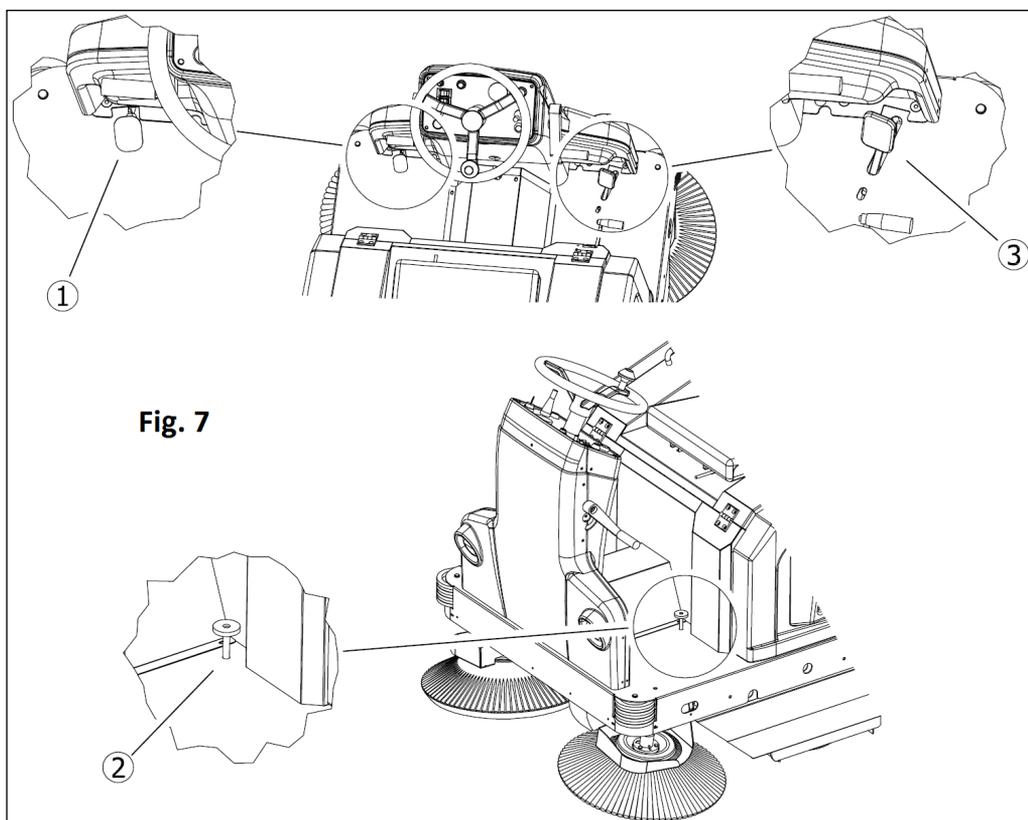
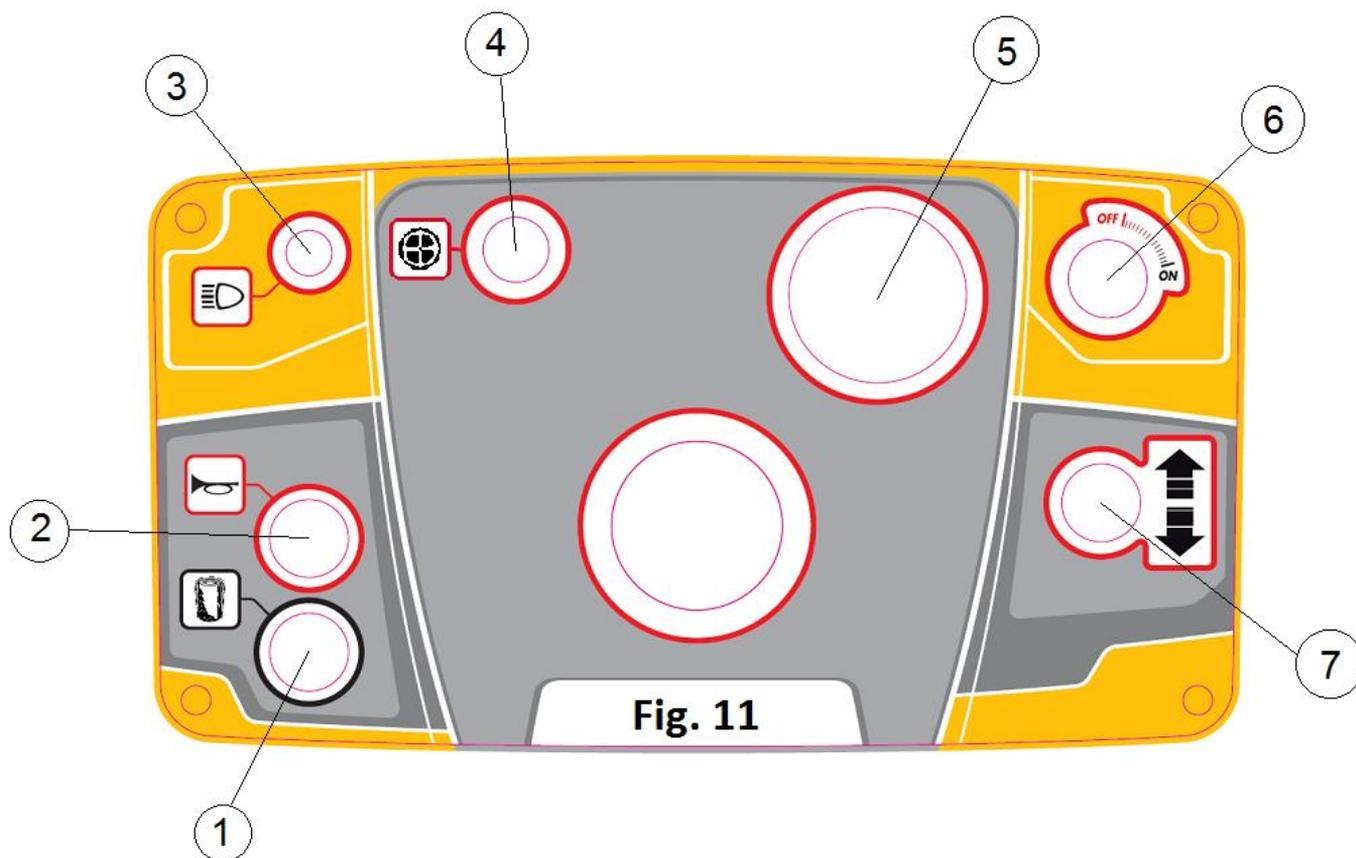

Fig. 7
Fig. 11
L'alzaflap, **Part. 2 Fig. 7**, permet, en appuyant sur la pédale, de relever le joint antérieur **Part. 3 Fig. 5**, et permet alors le ramassage d'objets volumineux. Il est donc conseillé pour les feuilles, paquets de cigarettes, etc.
En appuyant sur cette pédale **Part. 1 Fig. 7** la machine ralentit et s'arrête (jusqu'à son relâchement).
Part. 3 Fig. 7. Cette pédale assume deux fonctions relativement à la position du sélecteur de marche **Part. 7** du tableau de commandes : lorsque le sélecteur est en position avancée, en appuyant sur la pédale la machine avance, vice versa, lorsque le levier du sélecteur est positionné vers l'arrière, en appuyant sur la pédale la machine recule. **Pour des motifs de sécurité, la vitesse de la machine en marche arrière est très réduite.** En laissant le sélecteur en position centrale, la machine n'avance et ne recule pas.
DOTATION DU TABLEAU DE COMMANDES GEMMA E78 – FIG. 11
Part. 7 Le levier du sélecteur de marche sert à faire avancer ou reculer la machine. Lorsque le sélecteur est en position avancée (vers la flèche en avant) en appuyant sur la pédale **Part. 3 Fig. 7** la machine avance, vice versa, lorsque le levier du sélecteur est positionné vers l'arrière, en appuyant sur la pédale la machine recule.
- ☞ Tourner la clé **Part. 6** du tableau de commandes (**Fig. 11**) dans le sens horaire.
- ☞ Positionner le sélecteur **Part. 7** du tableau de commandes (**Fig. 11**) en avant et appuyer avec le pied sur la pédale d'avancement **Part. 3 Fig. 7**.
- ☞ Positionner le sélecteur **Part. 7** du tableau de commandes (**Fig. 11**) en arrière et appuyer avec le pied sur la pédale **Part. 3 Fig. 7**.
- ☞ Avec le sélecteur **Part. 7** du tableau de commandes (**Fig. 11**) positionné au centre la machine est en libre.
- ☞ Lâcher la pédale d'avancement **Part. 3 Fig. 7** ; vous remarquerez que la machine a tendance à s'arrêter dans un bref espace, si vous voulez l'arrêter brusquement, actionner la pédale du frein **Part. 1 Fig. 7**.
- ✓ En présence d'objets volumineux ou légers à ramasser (feuilles, paquets de cigarettes, etc.) soulever le flap antérieur en appuyant avec le pied GAUCHE la pédale alzaflap **Part. 2 Fig. 7.**